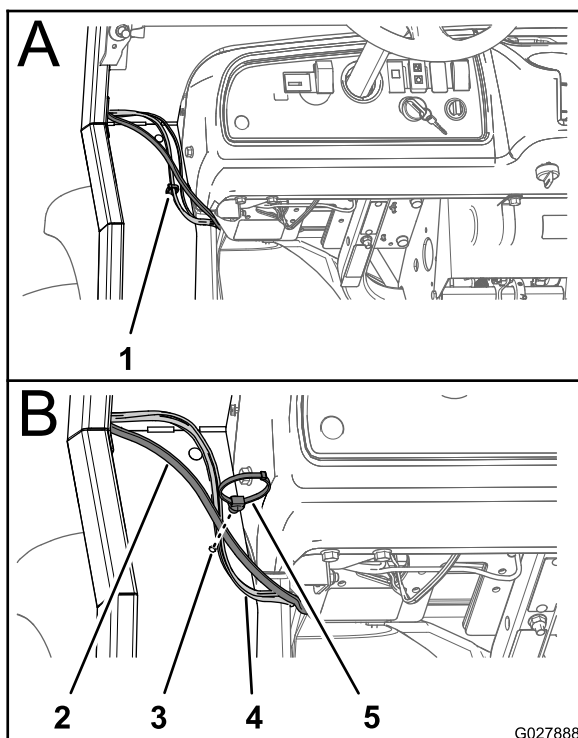

Figura 49
4. Retire o grampo da cablagem que prende a cablagem da cabina ao painel inferior frontal da cabina, no lado do condutor da máquina (Figura 49).
5. Instale um dispositivo de fixação no local de onde removeu os grampos da cablagem no passo 4 (Figura 49).
6. Prenda a cablagem da cabina, cablagem da bomba do líquido de lavagem e tubo com a parte de braçadeira do dispositivo de fixação (Figura 49).